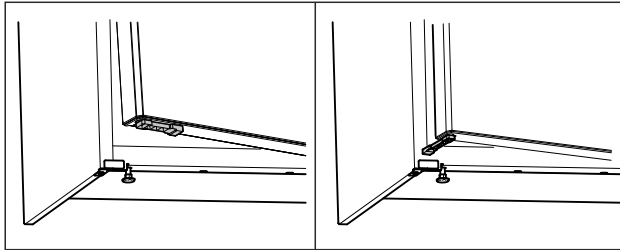

Fig. 70 *
- Käännä oven avauksen rajoitinta 90°. (katso Fig. 70) *